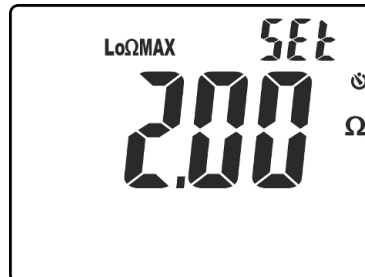

Fig. 26: Impostazione soglia limite nella misura di continuità
4. Premere i tasti **▼/☼** o **▲/ZERO** per selezionare il valore compreso nel campo: **0.05 Ω** ÷ **9.99 Ω** (vedere Fig. 26)
4. Premere i tasti **▼/☼** o **▲/ZERO** per selezionare il valore compreso nel campo: $0.05\Omega \div 9.99\Omega$ (vedere Fig. 26)